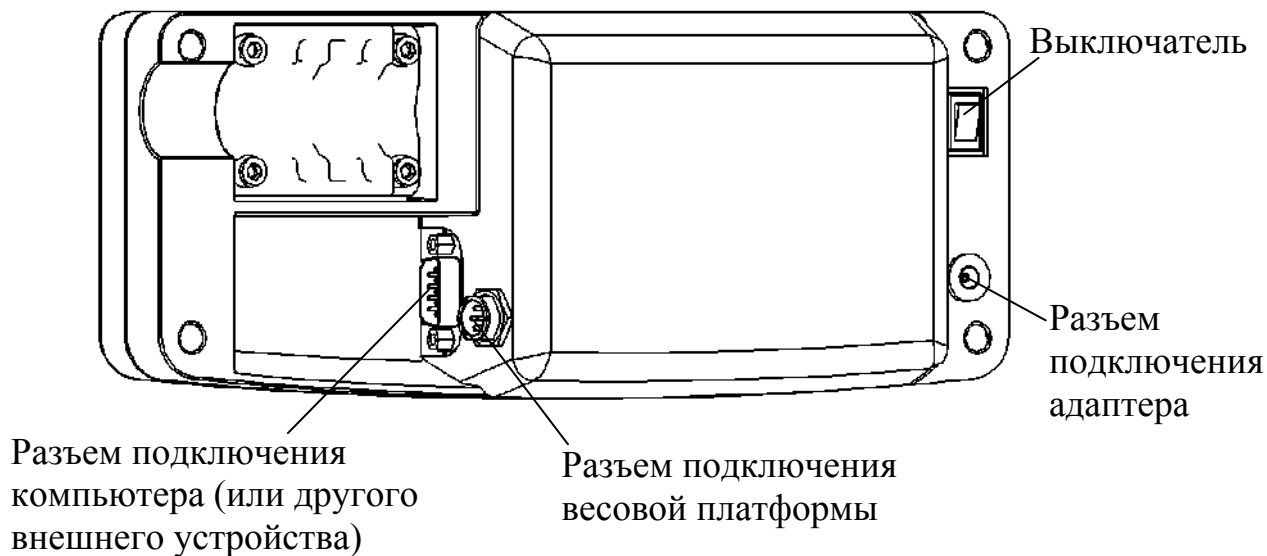

Рисунок 5.4 - Устройство индикации (вид сзади)
- подсоединить разъем весовой платформы к устройству индикации (рисунок 5.4);
- подсоединить разъем весовой платформы к устройству индикации (рисунок 5.4). Излишек кабеля заправить в стойку;